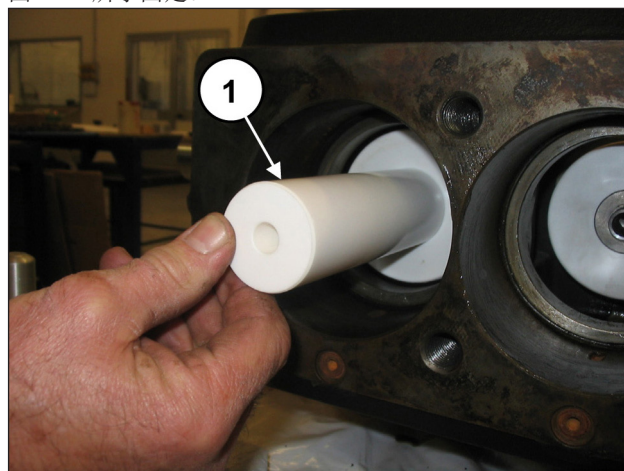
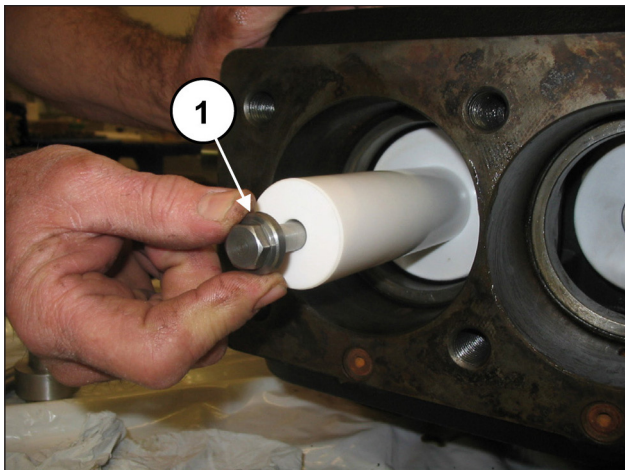

图 147
图 148
将柱塞安装在相应的导承上(①, 图 147)并如 ①, 图 148 所示固定。